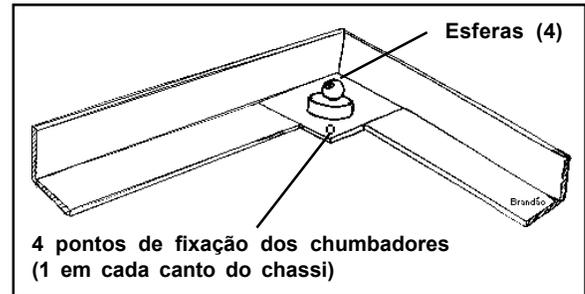

Figura 5
5. Retire os 4 calços de madeira e posicione corretamente o chassi no local da instalação. Se este local for um poço, proceda à marcação no solo dos 4 pontos de fixação dos chumbadores. Em seguida afaste o chassi e proceda às furações. Utilize para isto broca com ponta de "widia" \varnothing 1/2". (Figura 5)
10. Desembale as 4 esferas de aço e coloque 1 em cada castanha do chassi, conforme ilustra a figura 5.